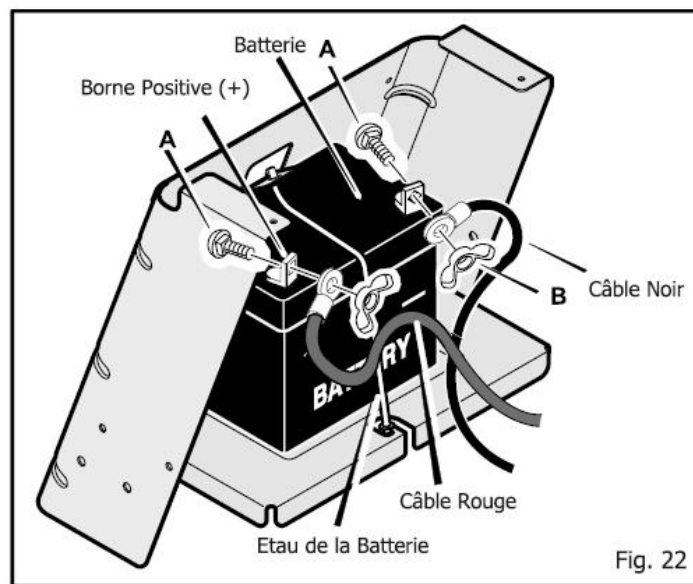

Fig. 22
1. Déconnecter le **câble noir** de la borne négative (-) (Figure 22).